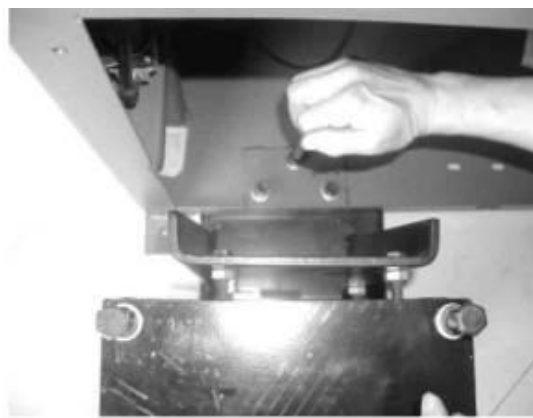

Рис. 31
6.1.3 Протолкните платформу опорной плиты основания в сборе в корпус через опорную плиту на левой задней стороне корпуса. Выровняйте резьбовое отверстие и армированное отверстие, для закрепления используйте болт и шайбу. (Рис. 31).